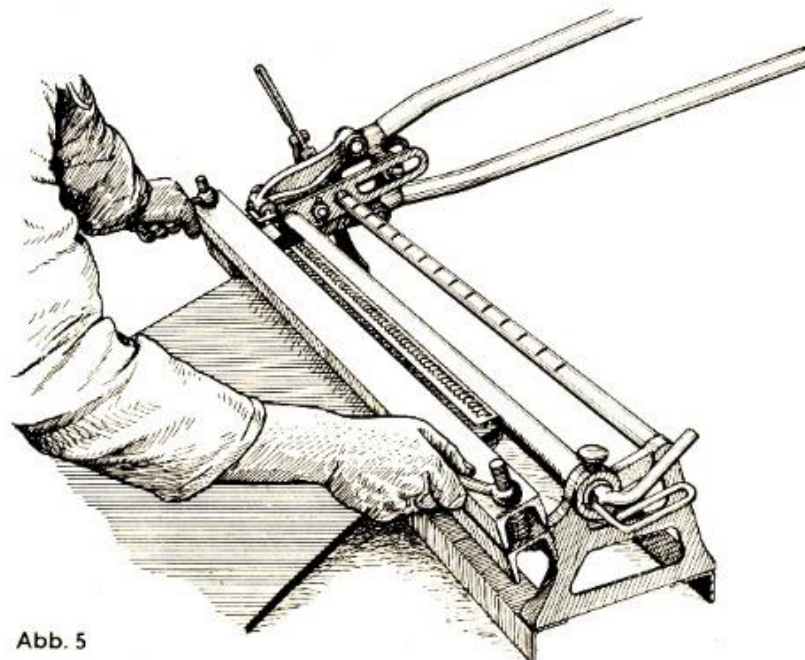

Abb. 5
13. Einschieben des Bandes mit der Stoßkante in die Hakenreihe, so daß die Stoßkante auf der ganzen Bandbreite fest am Kammrohr anliegt (Abb. 5)